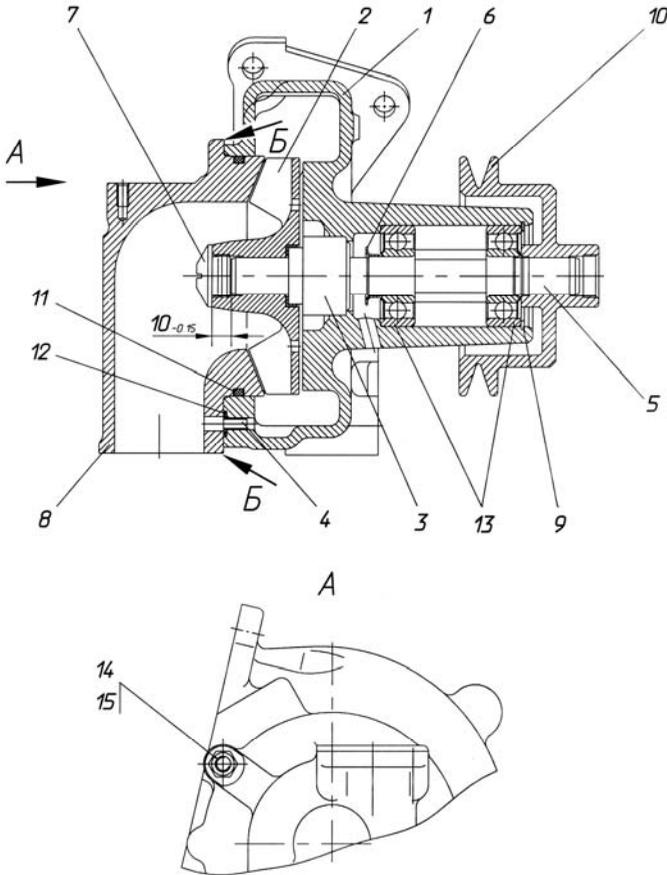

Рис. 103. Водяной насос:
- 5 Отвернуть гайки 14 (рис. 103) патрубка 8.
- 2 Напрессовать на вал 5 (рис. 103) подшипники 13 и водосбрасыватель 6. При этом необходимо:
- 9 Напрессовать крыльчатку 2 в сборе с манжетой и уплотнительной втулкой на вал 5 (рис. 103). При этом необходимо:
- установить крыльчатку на валу в размер  $10_{-0,15}$  мм (рис. 103) между торцом вала и торцом ступицы крыльчатки. Для этого необходимо при запрессовке установить на торец вала диск диаметром не более 13 мм и высотой  $10_{-0,15}$  мм.